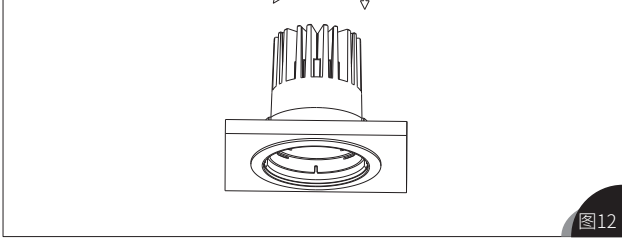

图12
8.灯具模组装入灯体时，应听到灯具咔哒声后，再水平转动旋转灯体，以确认模组安装到位，否则灯体有掉落的风险，如图12所示；